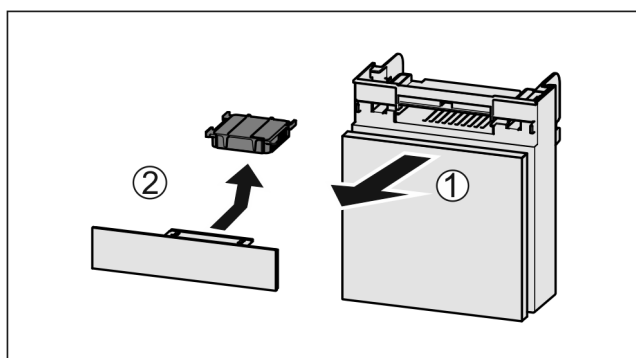

Fig. 152
- ▶ Estrarre il vano tirando in avanti Fig. 152 (1).
- ▶ Rimuovere il filtro a carboni attivi Fig. 152 (2).